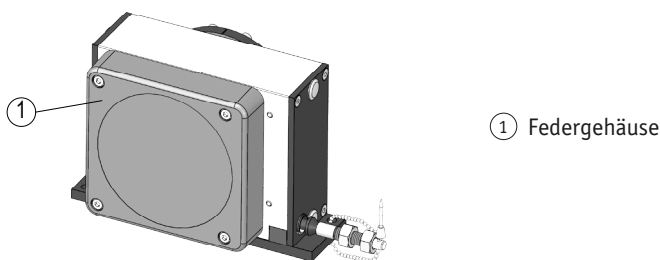

Abb. 1: Federgehäuse
- ▶ Federgehäuse des Seilzuggebers nicht öffnen (siehe Abb. 1).